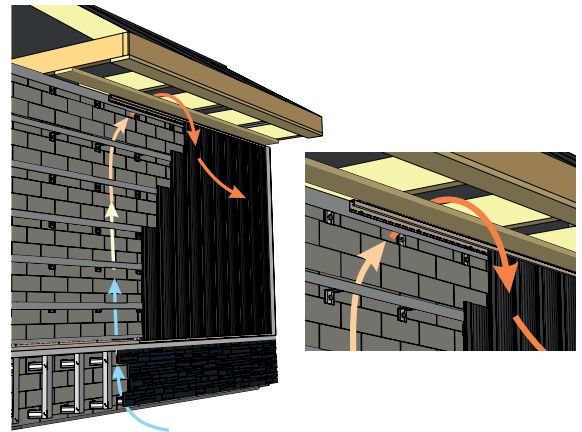

Рисунок 5
- 9.6** Софитная группа не должна перекрывать вентиляционный канал, не мешать движению воздуха под сайдингом (рис. 5).